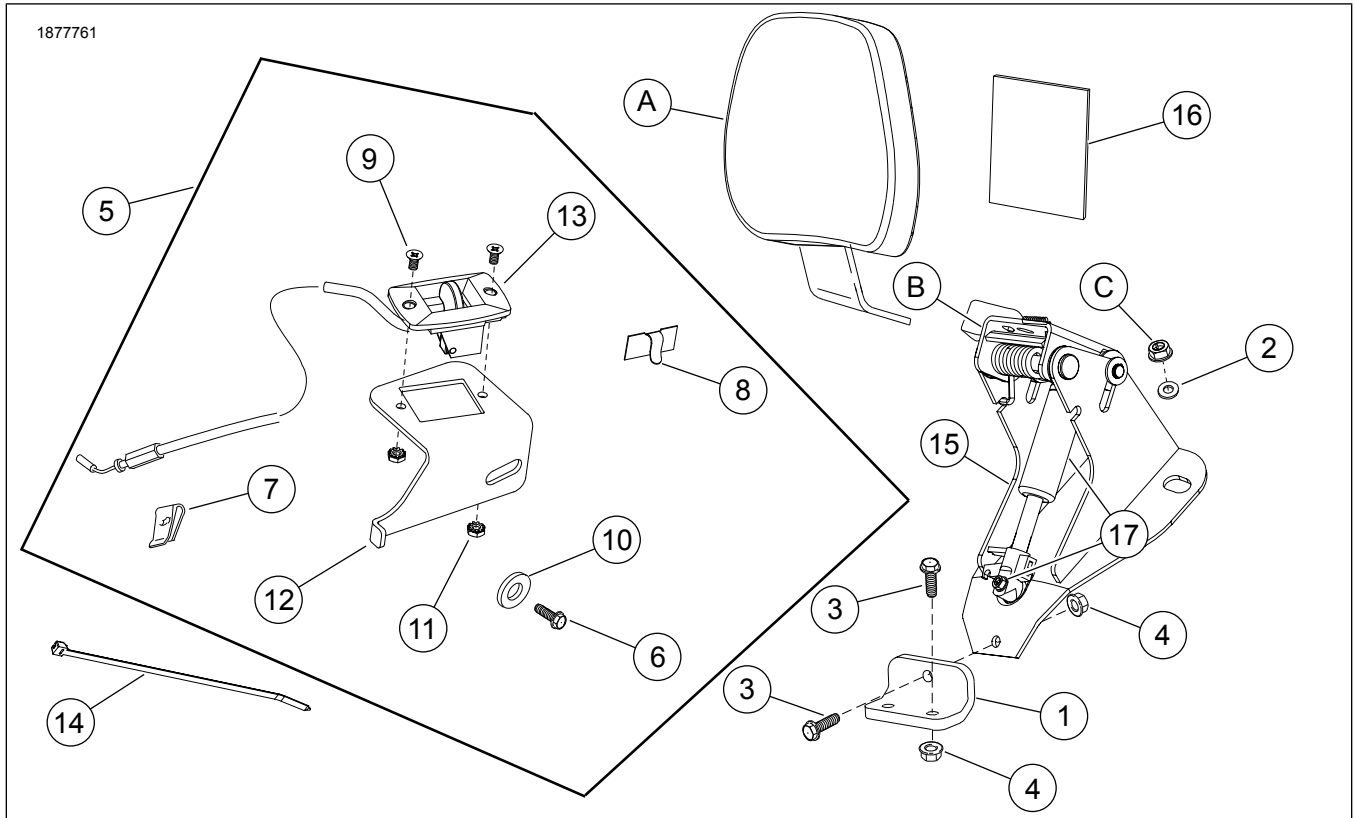
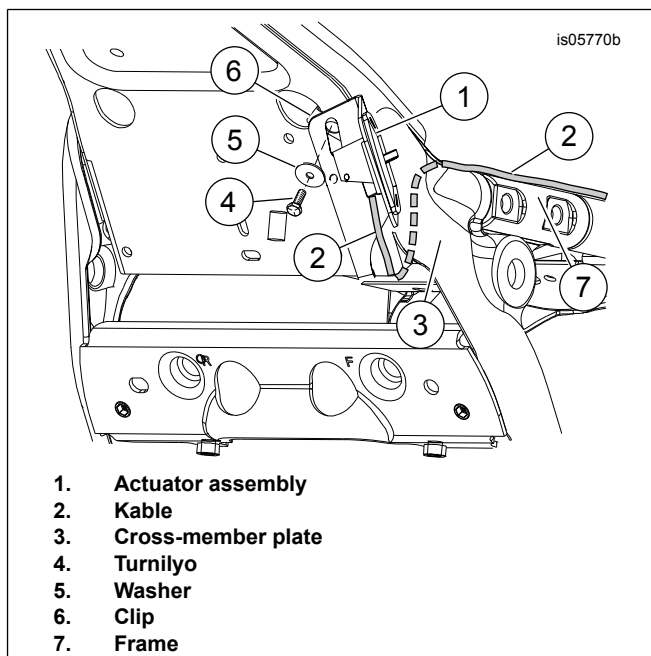

Figure 1. Mga Nilalaman ng Kit: FL na Pang-mount na Kit para sa Naa-adjust na Backrest ng Rider
Figure 8. Ikabit ang Actuator Assembly
9. Tingnan ang Figure 1. Ikabit ang handle ng actuator (13) na may kable sa bracket ng actuator handle (12) nang sa gayon ay nakaturo sa baba ang kable kapag ikinabit.
10. Ikabit gamit ang mga turnilyo (9) at nut (11).
11. **Mga Modelong walang Mid-Frame Air Deflector:** Tingnan ang Figure 8.
- I-slide ang flat na panig ng actuator assembly (1) sa likod ng mga kable ng spark plug.
- Ipirmi sa posisyon gamit ang turnilyo (4) at washer (5). Higpitan.
14. Tingnan ang Figure 1 . Ikabit ang gabay ng kable (8) sa bracket.